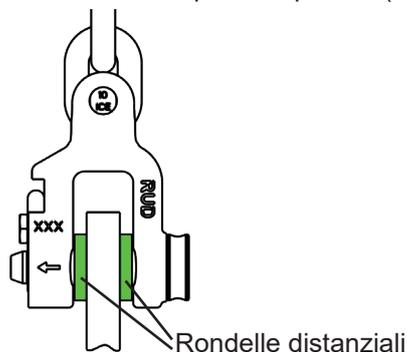

Fig. 12: CCS-FASTLOX con distanziatori
Per spessori di lamiera inferiori, il CCS-FASTLOX può essere utilizzato solo in verticale con rondelle distanziatrici o simili (vedere Fig. 12)!
- In caso di lamiera con spessori inferiori rispetto all'apertura utile del grillo, per evitare un tiro disassato, è consentito l'uso di rondelle distanziatrici su entrambi i lati del perno di portata (vedere Fig. 12).